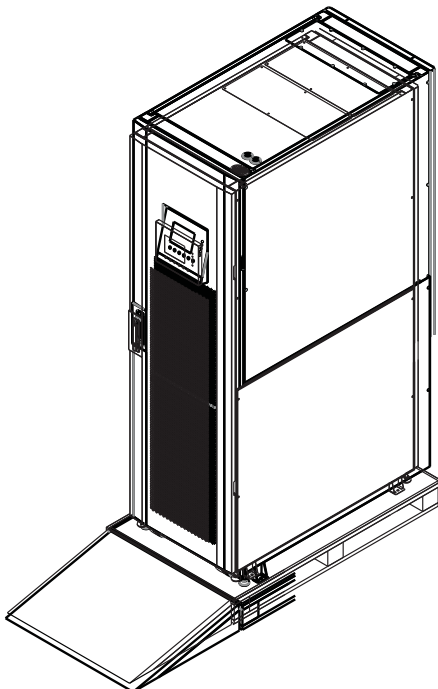

Figura 4.3
2. Coloque la rampa entregada con la caja de empaque frente al gabinete del UPS y alinee el agujero de la rampa con el prisionero del metal en la tarima y asegúrelo en su lugar (Figura 4.3).